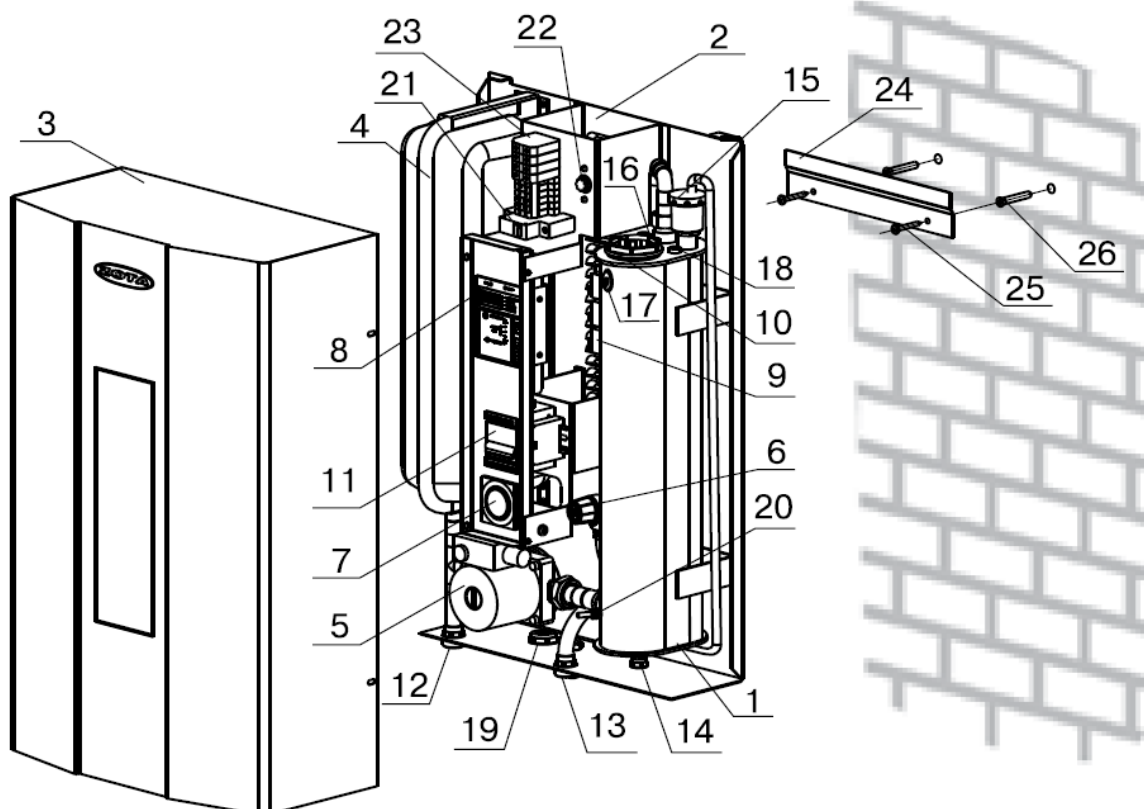

Рис. 1. Конструкция миникотельной и способ ее крепления к стене
- Закрепить кронштейн крепления на вертикальной поверхности в необходимом месте с помощью шурупов, входящих в комплект и установить на него миникотельную, как показано на Рис.1;
- Открыть кожух (3), предварительно выкрутив четыре винта крепления кожуха;